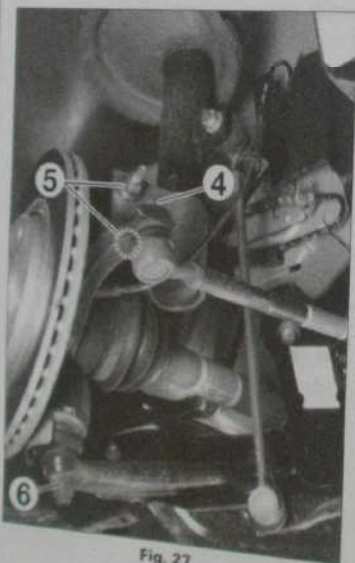

Fig. 27
- l'écrou de rotule de direction (4) (Fig.27),
- les 2 vis (5) de fixation de l'élément de suspension,
- l'écrou de rotule de pivot (6).